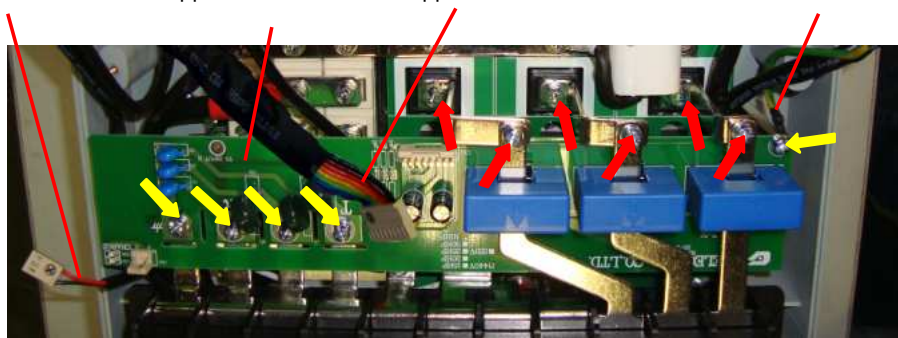

Рис. 6.12
6.9.1. Отсоединить от платы датчиков тока разъемы кабеля индикации заряда и шлейфа платы датчиков тока (рис. 6.12).
6.9.2. Выкрутить четыре винта крепления платы токовых датчиков ко входным шинам и винт крепления провода заземления 2 (рис. 6.12, желтые стрелки).
6.9.3. Выкрутить шесть винтов крепления выходных шин (рис. 6.12, красные стрелки), демонтировать шины и положить их в тару.